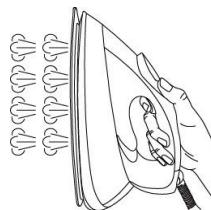

Figura 7
2. Tineți fierul de călcat în poziție verticală (Figura 7) la o distanță de 15-30 centimetri față de țesături.